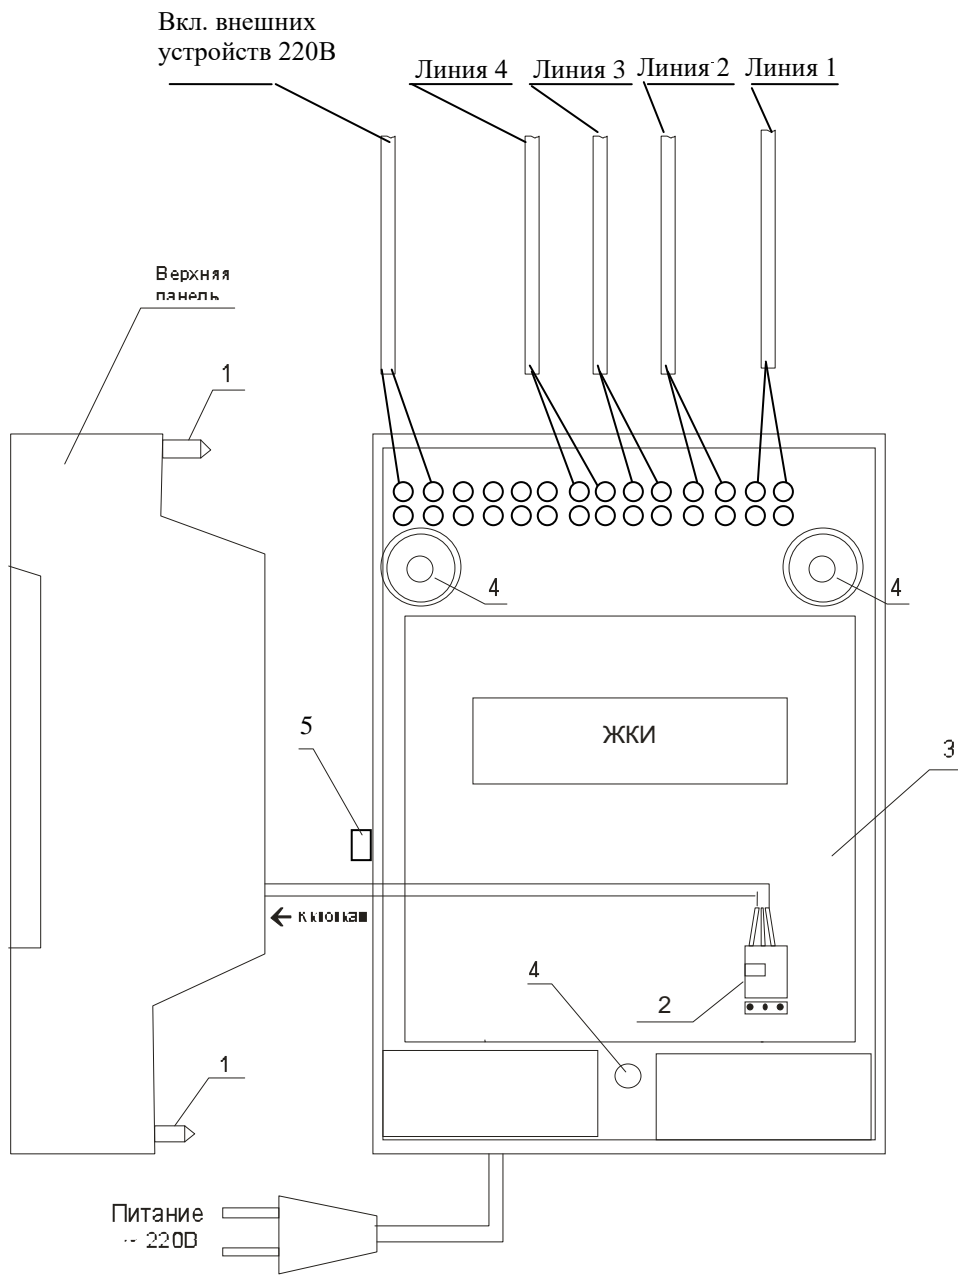
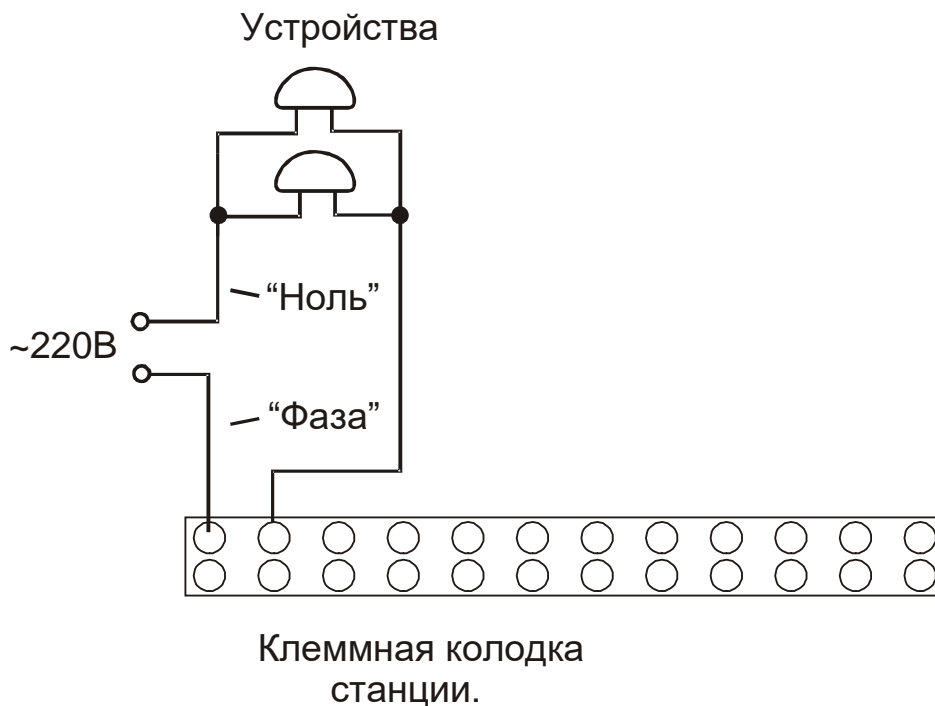

Рис. 1.
Рис. 1-1
Должна быть смонтирована линия включения внешних устройств по схеме рис. 1-1. В соответствии с рис. 1-1 питание на внешние устройства должно подаваться извне (не используется электропитание часовой станции). При этом реле часовой станции замыкает (подключает) фазу внешнего электропитания на внешние устройства в соответствии с установленной программой.
4.1. Выверните четыре винта 1, расположенных на верхней панели ЧС (см. Рис.1). Осторожно снимите верхнюю панель и отсоедините разъем 2, соединяющий кнопки с печатной платой 3.
4.4. Подсоедините линии вторичных часов в соответствии со схемой рис.1. Линию включения внешних устройств - в соответствии со схемой рис.1-1.